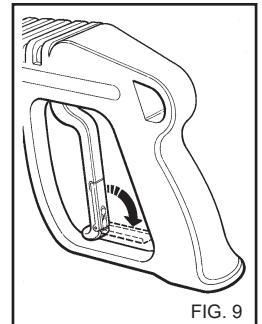

FIG. 9
- Quand le nettoyeur haute pression n'est pas utilisé, fermer le dispositif de sécurité de la poignée.(fig.9)